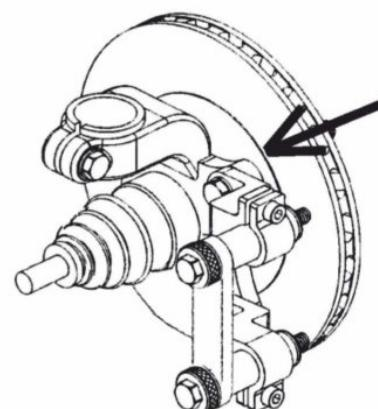

Рисунок 16
- 7.2.3** Используйте синий крепежный адаптер, если отверстия для крепления суппорта имеют резьбу (см. рис. 16)